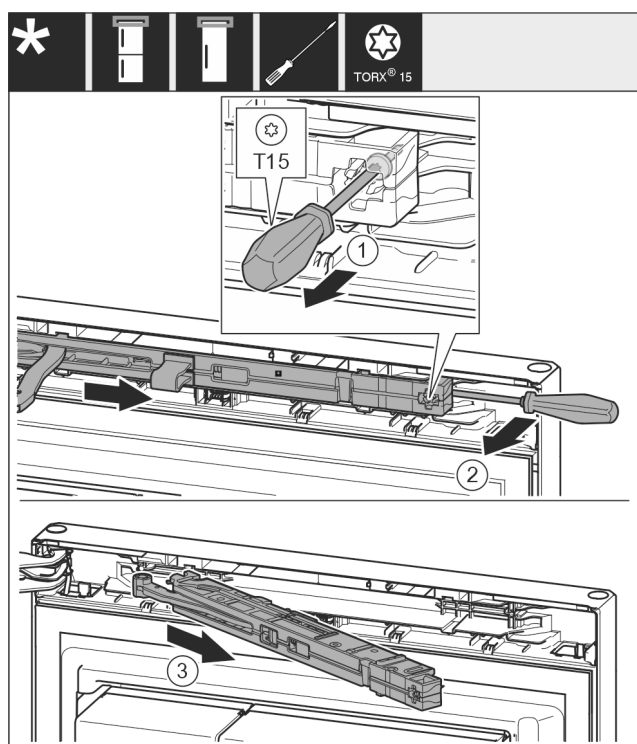

Fig. 11
- ▶ Przy pomocy śrubokręta T15 odkręcić śrubę na amortyzatorze zamykania drzwi ok. 14 mm. Fig. 11 (1)
- ▶ Od strony uchwytu, za amortyzator zamykania drzwi wsunąć śrubokręt i obrócić jednostkę do przodu. Fig. 11 (2)
- ▶ Wyjąć amortyzator zamykania drzwi. Fig. 11 (3)